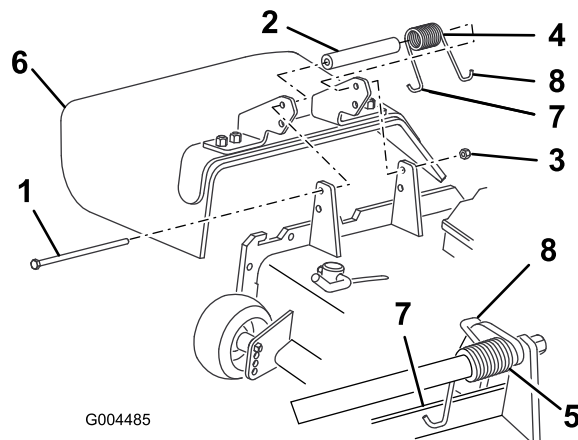

Figure 78
2. Retirez le contre-écrou, le boulon, le ressort et l'entretoise qui fixent le déflecteur aux supports de pivot (Figure 78). Enlevez le déflecteur s'il est endommagé ou usé.
3. Placez une entretoise et un ressort entre les supports du déflecteur d'herbe de recharge (Figure 78). Accrochez l'extrémité en J gauche du ressort derrière le bord du tablier.
Remarque: Accrochez l'extrémité en J gauche du ressort derrière le bord du tablier avant de mettre le boulon en place, comme indiqué à la Figure 78.
4. Remettez le boulon et l'écrou. Accrochez l'extrémité en J droite du ressort au déflecteur d'herbe (Figure 78).